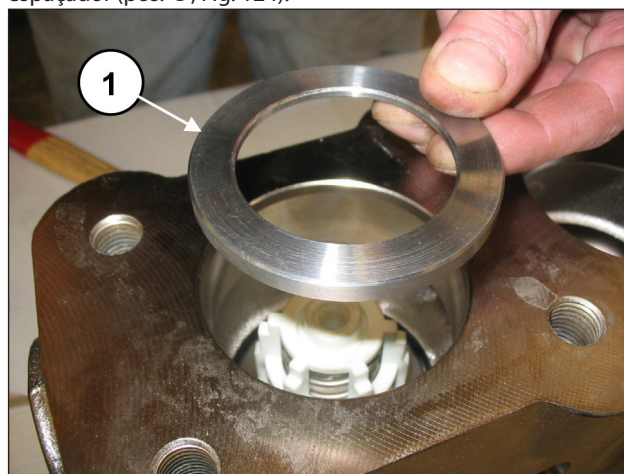
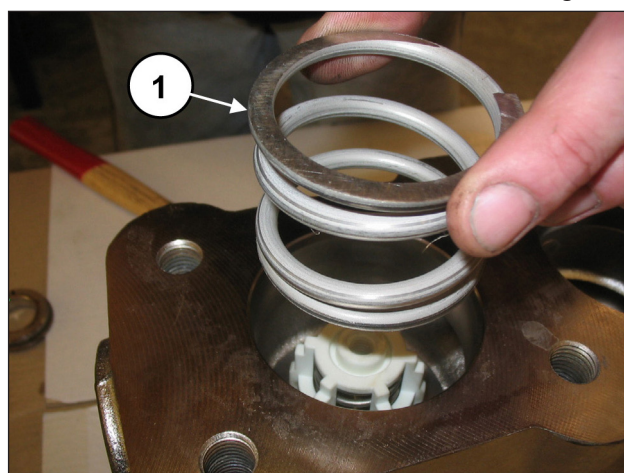

Fig. 123
Fig. 124
Insira o anel no local da válvula (pos. ①, Fig. 123), em apoio ao espaçador (pos. ①, Fig. 124).